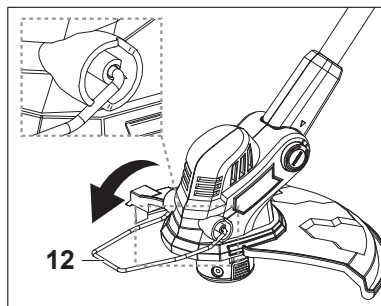

Fig. 26
1. Desdobre o protetor de plantas (12) (Fig. 26)